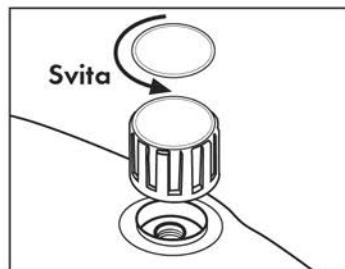

Fig. 16
Scaricare la pressione in caldaia spegnendo l'interruttore caldaia (11) e facendo scaricare tutto il vapore tramite il pulsante vapore (18) posto sull'impugnatura, quindi spegnere l'interruttore generale (10). Dopo aver lasciato raffreddare adeguatamente la caldaia, scollegare la spina dalla presa di corrente, aprire lentamente il tappo di sicurezza (**Fig. 16**).